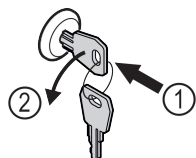

Fig. 124
- ▶ Vstavite ključ. Fig. 124 (1)
- ▶ Ključ obrnite v smeri proti urnim kazalcem za 90°. Fig. 124 (2)